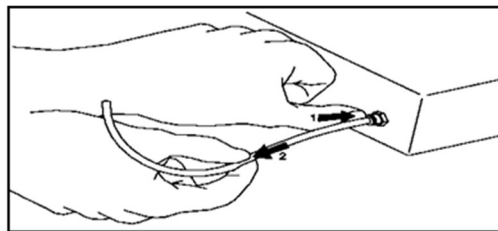

Bild 2. Losskoppling av slang.
- Kopplingen lossas genom att trycka in låsringen på kopplingen och dra ut slangen (Bild 2).